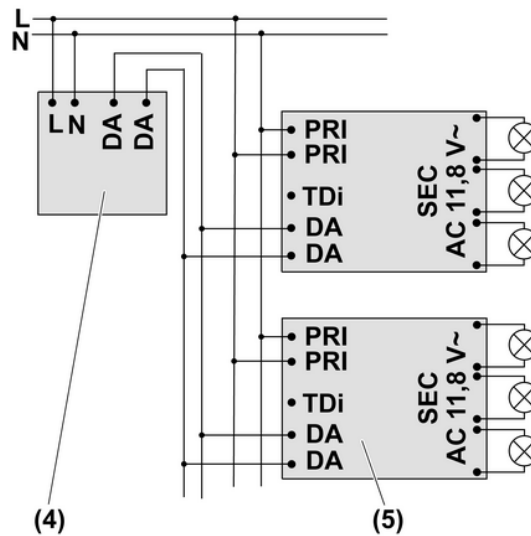

Figure 4: Schéma de raccordement avec appareil de commande DALI
- Raccorder le transformateur (5) et l'appareil de commande DALI (4) conformément au schéma de raccordement (figure 4).